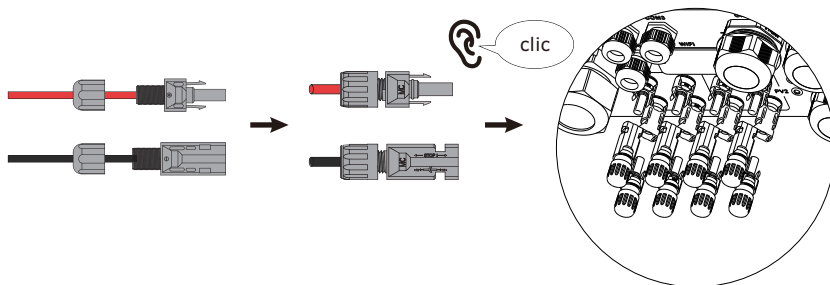

Figura 4.1-4 El enchufe PV está conectado al inversor
Paso 4. Enrosque la tuerca y enchúfela en el lado del inversor. Se escuchará un clic si los conectores se insertan correctamente en los enchufes PV, tal y como se muestra en la Figura 4.1-4.